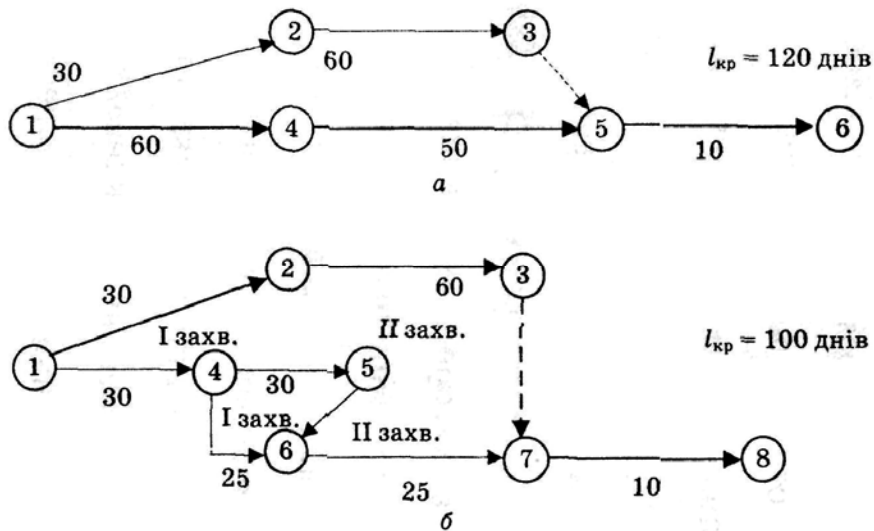

Рис. 1.3 – Коректування сіткового графіка шляхом суміщення технологічних процесів: *а* – до коректування; *б* – після коректування
2. Суміщення технологічних процесів за часом (рис. 1.3).